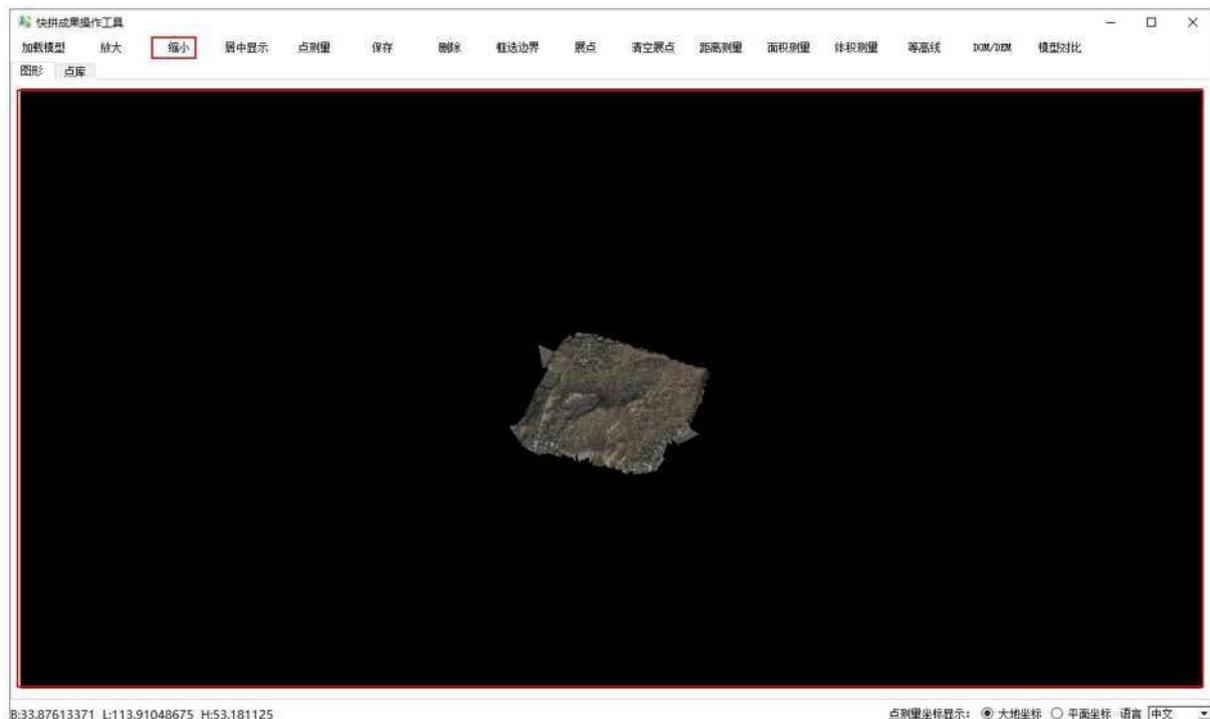

图 2-34 缩小操作
- 4) 用户点击“缩小”（或者鼠标滚轮往前滑，或者按下鼠标右键不放向前移动），模型变小，如图 2-34 所示。